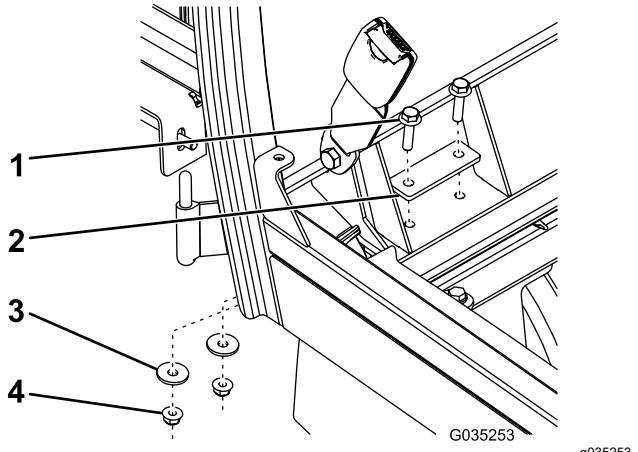

Figure 13
6. Fixez l'arrière du cadre de la cabine sur les supports gauche et droit à l'aide de 4 boulons à embase ($5/16$ x $1\frac{1}{4}$ po), 2 plaques de support, 4 rondelles plates et 4 contre-écrous à embase ($5/16$ po), comme montré à la Figure 13.